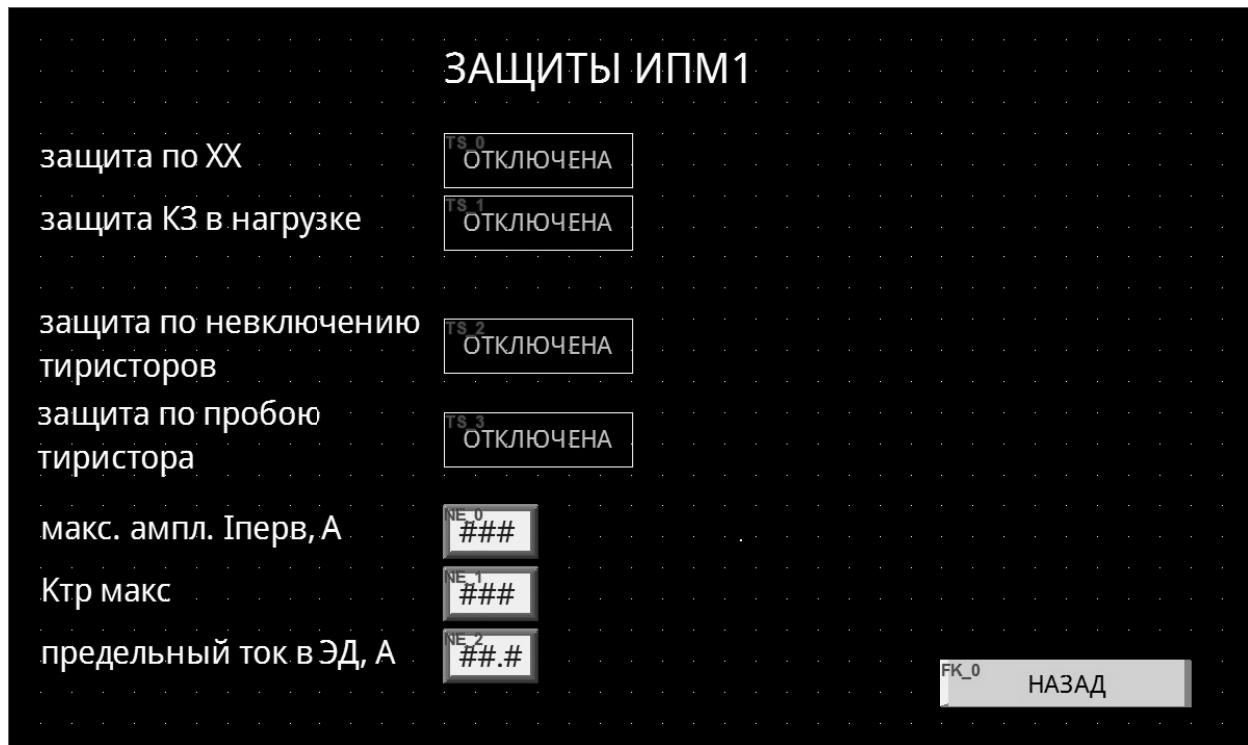

Рисунок 6. Меню защиты ИПМ1
3.10 При нажатии на кнопку «Защиты» появляется следующее меню см. рис. 6.